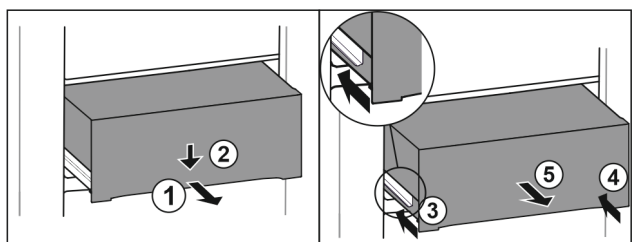

Fig. 168
- Tërhiqni jashtë sirtarin deri në gjysmë. Fig. 168 (1)
- Shtypni për poshtë sirtarin në pjesën përpara. Fig. 168 (2)
- Shtyni brenda shinën e majtë rreth 2 cm. Fig. 168 (3)
- Shtyni brenda shinën e djathtë rreth 2 cm. Fig. 168 (4)
- Hiqeni sirtarin nga përpara. Fig. 168 (5)